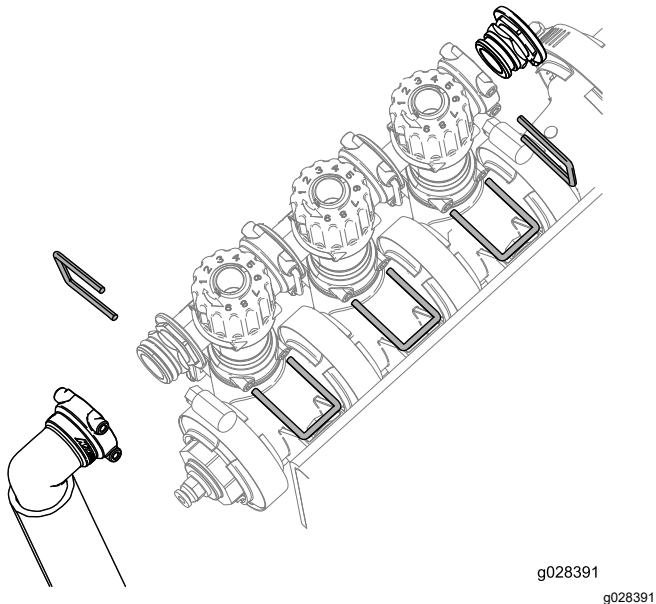

Figura 14
- 3. Retire las horquillas de retención que sujetan el grupo de válvulas de desvío de los brazos, el tapón de extremo y la manguera, como se muestra en la Figura 14.